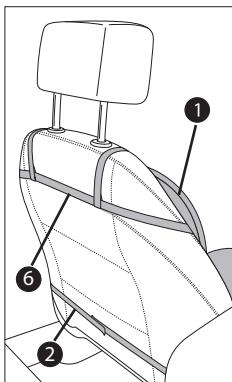

Fig. 1
- ◆ Fixez soigneusement le couvre-siège **1** avec les sangles de fixation **2** (cf. Fig. 1).